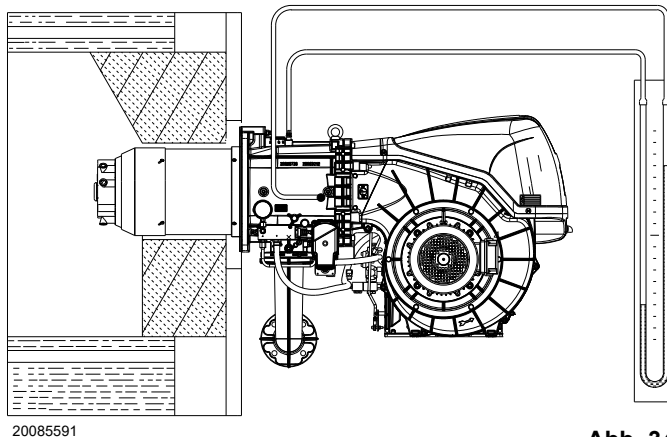

Abb. 34
- Montieren Sie ein U-Rohr-Manometer oder einen Differenzdruckmesser (Abb. 34), mit Entnahmestelle (+) am Gasdruck der Muffe und (-) in der Brennkammer. Damit soll annäherungsweise die Höchstleistung des Brenners mithilfe der Tab. M ermittelt werden.
Sollte keine Zündung erfolgen, kann es sein, dass das Gas nicht innerhalb der Sicherheitszeit von 3 Sekunden zum Flammkopf gelangt. In diesem Fall den Gasdurchsatz bei Zündung erhöhen. Das U-Rohr-Manometer (Abb. 34) zeigt den Gaseintritt an der Muffe an.
Ein Richtwert kann der Tab. M auf S. 28 entnommen werden. Es genügt, den Gasdruck auf dem U-Rohr-Manometer abzulesen, siehe Abb. 34 auf S. 34 und den Anweisungen zu folgen.